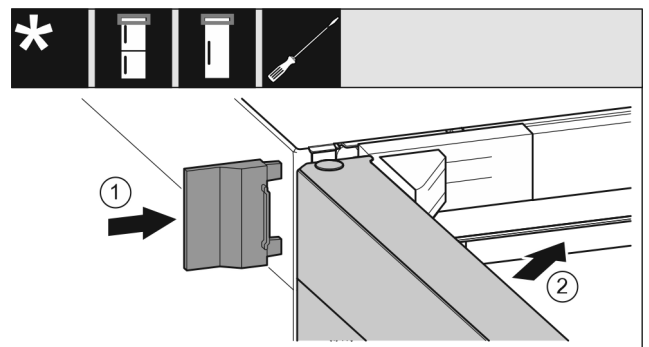

Fig. 19
- ▶ Enfiler le cache extérieur. Fig. 19 (1)
- ▶ Fermer la porte supérieure. *Fig. 19 (2)*